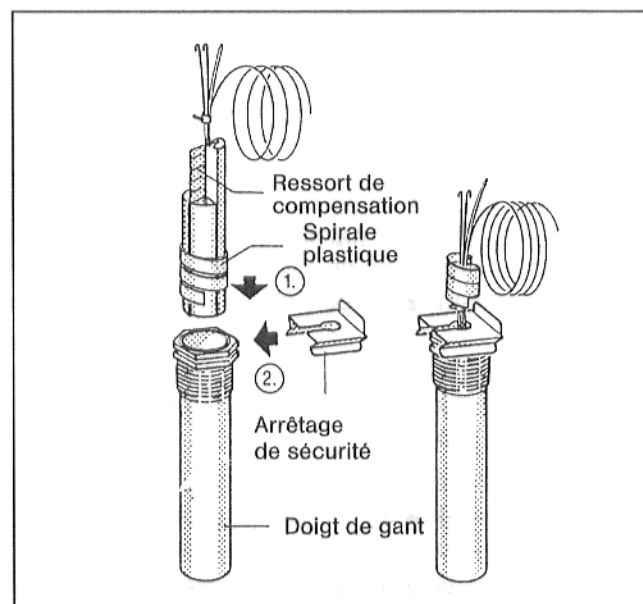

Fig. 8 – Schéma de principe
- La spirale en plastique – maintenant les sondes – se replie automatiquement lorsque l'on introduit les sondes dans le doigt de gant (fig. 8).
Pour garantir le contact entre le doigt de gant et les sondes et permettre ainsi une transmission sûre des valeurs thermiques, le ressort de compensation doit se trouver entre les sondes (fig. 8).
- Enfoncer l'arrêtage de sécurité latéralement ou de haut en bas sur la tête du doigt de gant (fig. 8).